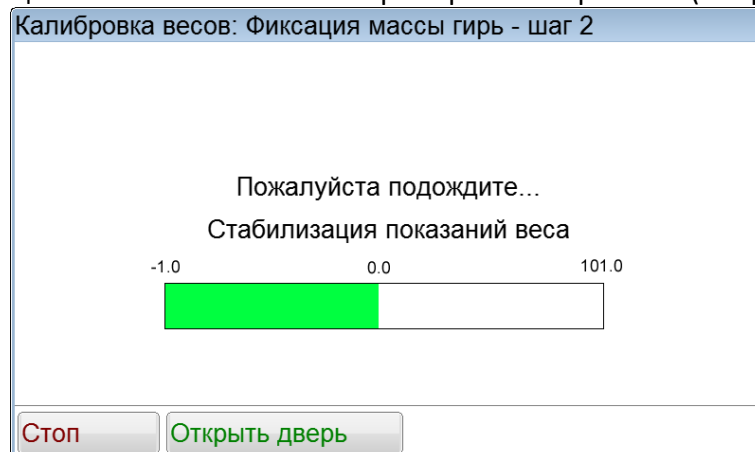

Рисунок 52 – Окно «Калибровка весов: Фиксация массы гирь – шаг 2».
5.10.8 Откроется окно «Калибровка весов: Фиксация массы гирь – шаг 2». В этот момент происходит стабилизация показаний массы набора гирь в камере печи (см. рисунок 52).